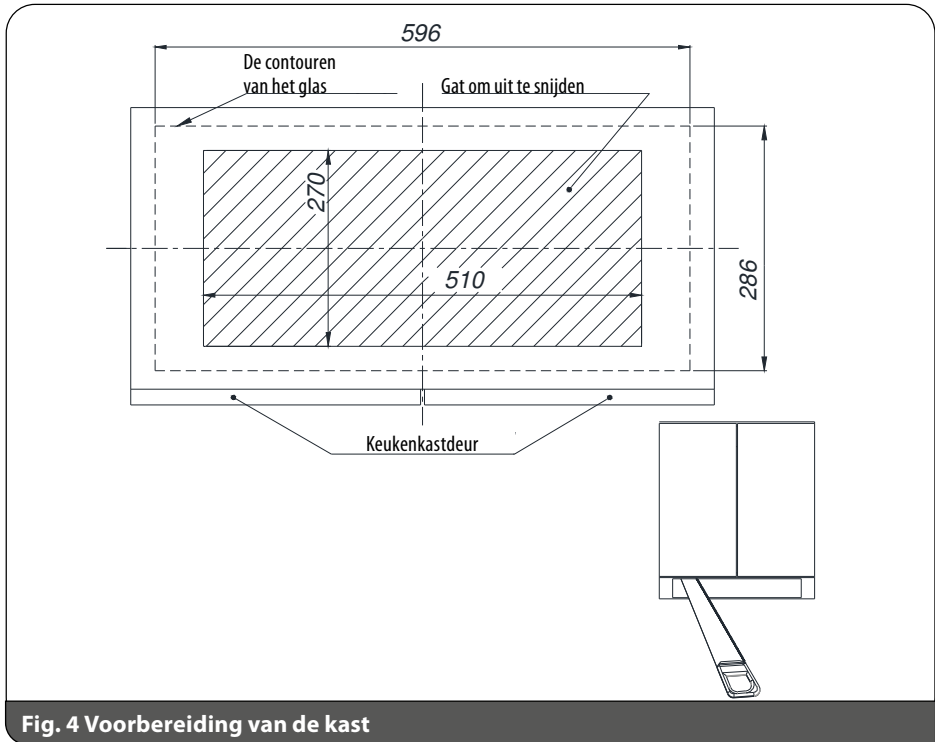

Fig. 4 Voorbereiding van de kast
De minimale afstand van de ophanging van de afzuigkap tussen het oppervlak waarop het serviesgoed op het verwarmingsapparaat (gas, elektrisch fornuis) staat en het laagste deel van de afzuigkap (Fig. 3) mag bij elektrische kookplaten niet minder zijn dan 45 cm en niet minder dan 65 cm voor gasfornuizen. Als de gebruiksaanwijzing van het verwarmingsapparaat een grotere afstand voor het installeren van de afzuigkap specificeert dan hierboven is aangegeven, volg dan deze aanwijzingen. De installatie van de afzuigkap wordt in de tekeningen (Fig. 4 - Fig. 6) getoond. Bij de installatie moeten de algemeen geldende voorschriften voor de luchtafvoer uit de ruimten in acht worden genomen.
1. Bereid de kast voor op de installatie van de afzuigkap, snijd een gat in de onderkant van de kast zoals in de tekening (Fig.4) getoond.